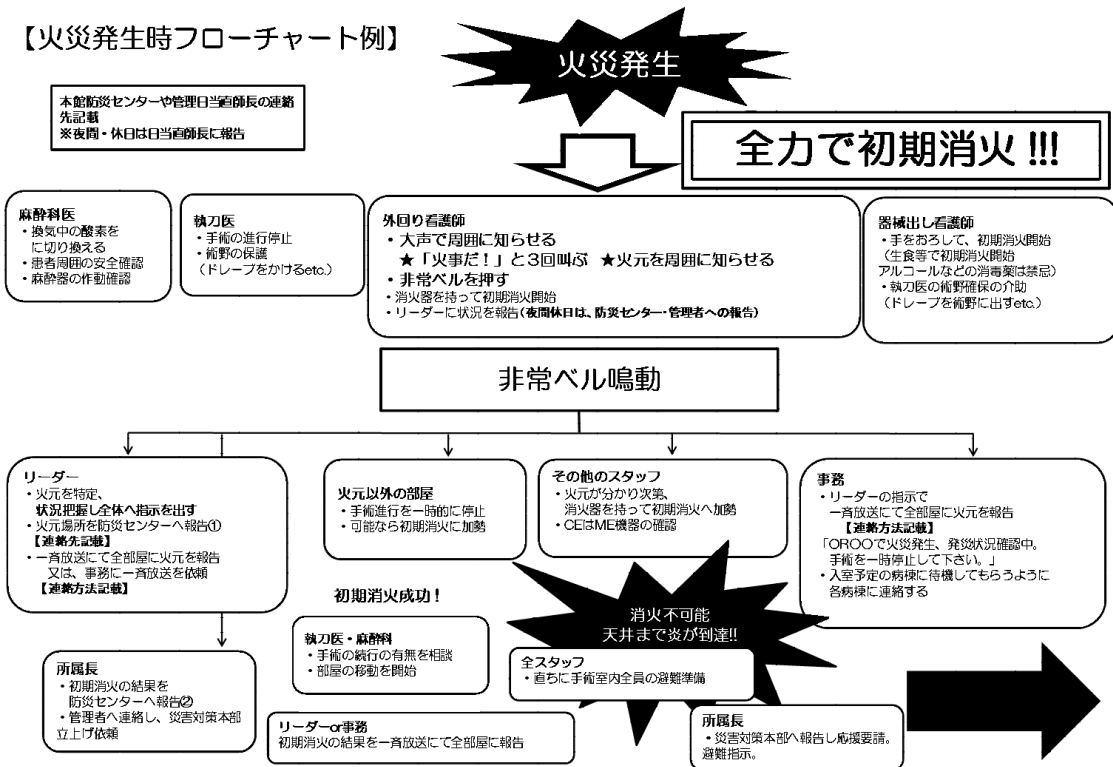

図3 火災発生時フロー（例）
- 12.4-3 手術室で発生する火災に対応するマニュアルやプロセスフローチャート（図 3）を作成する。